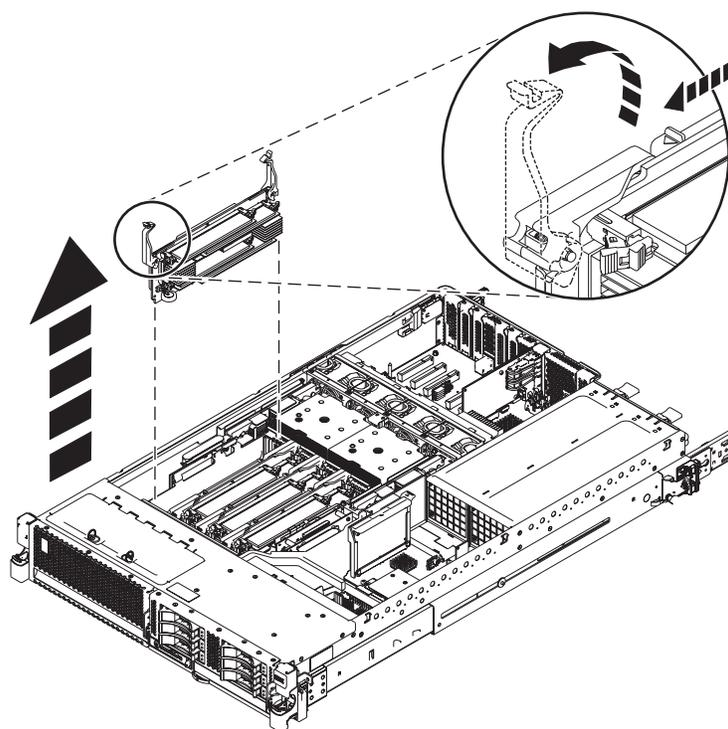

Figure 4. Retrait d'une carte d'extension de module de mémoire
9. Si vous ajoutez de la mémoire à une carte d'extension de mémoire existante, retirez cette dernière du système en tirant sur les taquets de verrouillage afin de les mettre en position ouverte, puis en soulevant la carte pour la retirer du système. Voir la figure 4.